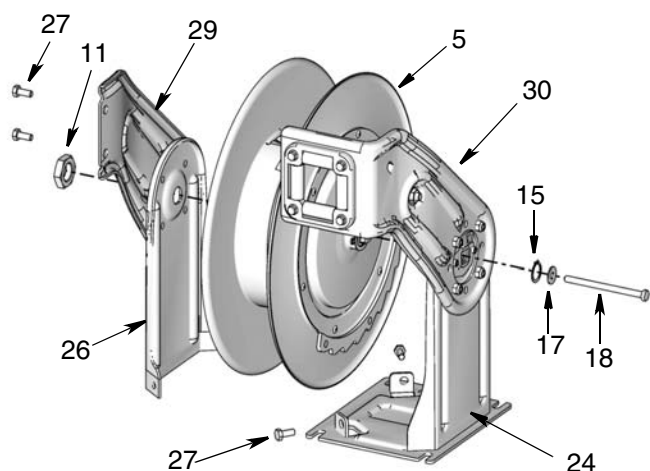
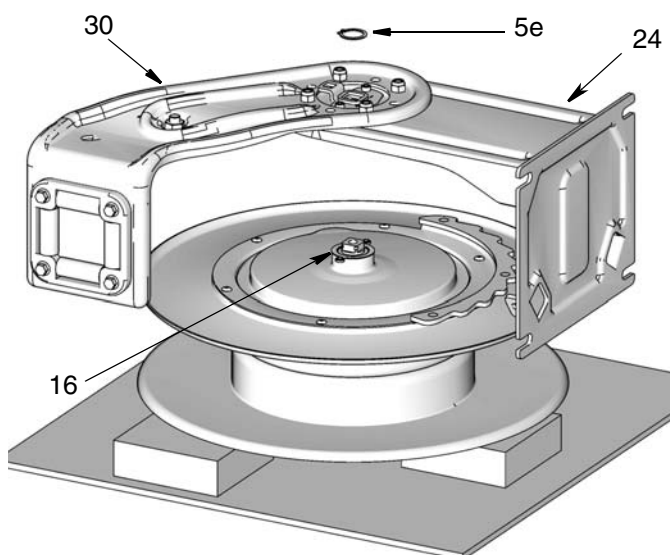

Рис. 16
Рис. 17
- Снимите большую гайку (11) (Рис. 16).
- Снимите два винта (27), соединяющих опору (26) с основанием (24), и два винта (27), соединяющих рычаг с направляющей (29) и рычаг с направляющей (30) (Рис. 16).
- Полностью снимите рычаг с направляющей и опору (26 / 29) и отложите их, чтобы установить на новую катушку (Рис. 16). Не разбирайте эти детали.
- Положите шланговый барабан на бок так, чтобы можно было легко добраться до рычага с направляющей и опоры (24 / 30). Снимите длинный болт (18) и шайбы (15/17) (Рис. 16 и Рис. 17).
- Снимите пружинное кольцо (5e) (Рис. 17).
- Положите новую катушку (5) на бок на верстак. Плоская сторона катушки должна лежать на столе, а сторона с храповиком должна быть обращена вверх, как показано на Рис. 17.
ПРИМЕЧАНИЕ: Для того чтобы облегчить процесс установки рычага с направляющей и опоры, катушку следует подпереть и закрепить. Размещение под катушкой нескольких деревянных блоков толщиной в 2,5 см (1"), как показано на Рис. 17 (стр. 22), поможет закрепить катушку при установке рычага.
19. Установите большую гайку (11) (Рис. 16, стр. 22). Затяните гайку на 378–467 Н.м. (85–105 футофунтов).
20. Затяните болт (18).
21. Совместите рычаг с направляющей (29) и рычаг с направляющей (30). Установите винты (27). Затяните винты на 89–133 Н.м (20–30 футофунтов).
22. Выровняйте узел опоры (26) относительно основания (24). Установите 2 винта (27). Затяните винты на 89–133 Н.м (20–30 футофунтов).